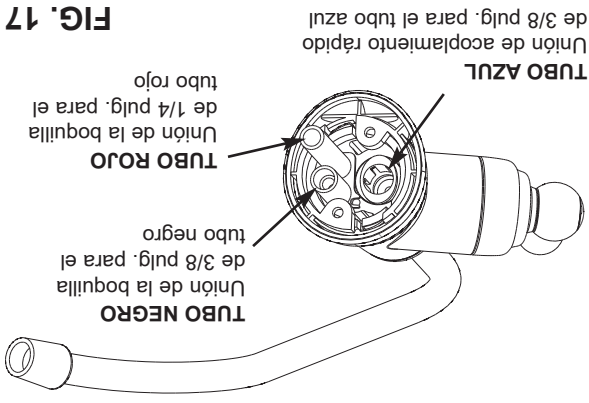

FIG. 17
C. Inserte toda la extensión en la unión de 1/4 pulg. de la boquilla del grifo en este último. Vea las Figs. 17, 20 y 21. D. Tire de la tubería para comprobar que quede firmemente acoplada a la unión.